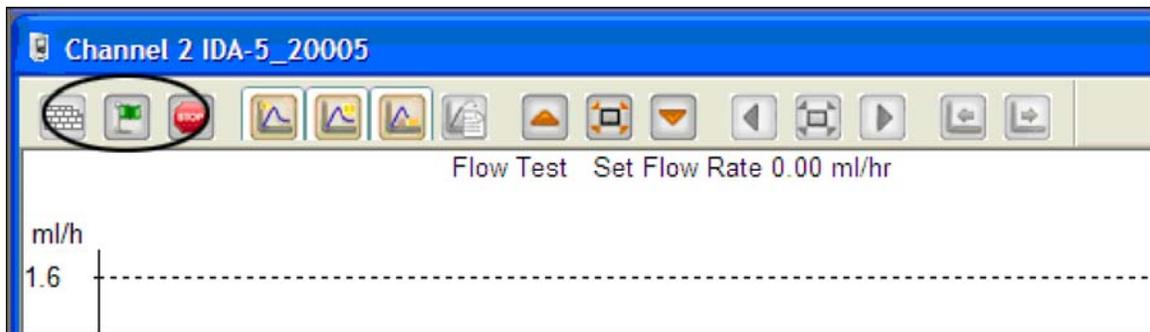

图 5. 启动信道
- 激活信道。信道激活后，注射器符号消失，**Start Channel**（启动信道）（绿色标记）按钮启用（请参阅图 5）。